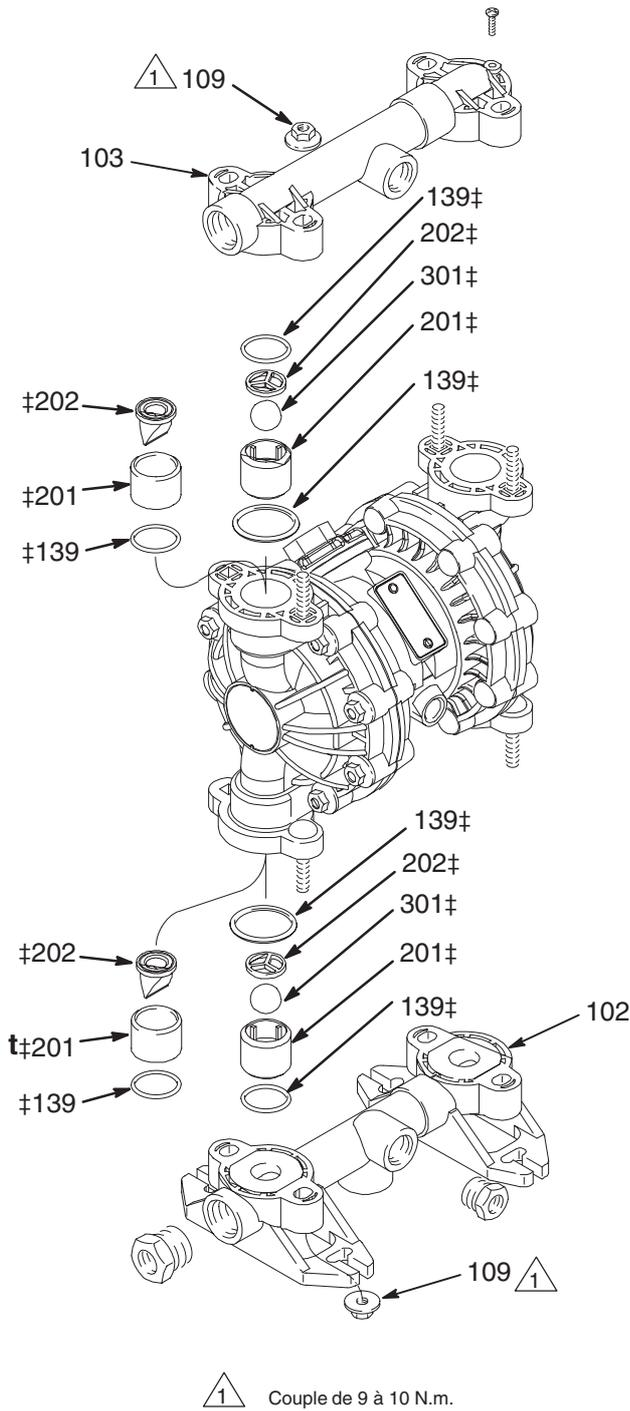

Fig. 7
REMARQUE: Il existe un kit de réparation D05XXX pour la section produit. Voir la page 21 pour commander le bon kit pour votre pompe. Les pièces comprises dans le kit sont repérées par une double croix (‡) sur les Fig. 7 et 8 et sur les vues éclatées et les listes de pièces. Avec le kit sont fournies une graisse universelle 111920 et de la colle 113500.
3. Enlever toutes les pièces repérées par une croix (‡) sur les Fig. 7 et 8.
REMARQUE: Veiller à ce que toutes les pièces des vannes anti-retour restent en place. Voir Fig. 7, page 15.
6. Enduire l'axe de la membrane (15) de graisse et introduire avec précaution (ne pas détériorer les joints en U de l'axe de la membrane) l'axe (15) dans l'alésage de la partie centrale (11).
7. Répéter l'opération 5 pour l'autre extrémité de l'axe de la membrane (15) et serrer les disques de maintien de la membrane (105) entre 9 et 10 N.m à 100 tr/mn. maximum.
8. Montage du silencieux (3).
9. S'assurer que toutes les pièces des vannes anti-retour sont bien en place. Voir Fig. 7, page 15.
10. Remettre les capots produit (101) et les collecteurs (102 et 103) en place et serrer les écrous du capot produit et des collecteurs (109) entre 9 et 10 N.m.